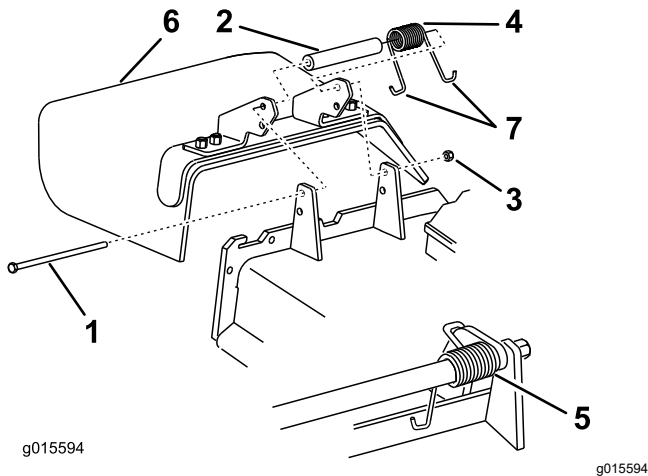

Figure 86
1. Retirez le contre-écrou, le boulon, le ressort et l'entretoise qui fixent le déflecteur aux supports de pivot (Figure 86).
2. Enlevez le déflecteur s'il est endommagé ou usé (Figure 86).
Remarque: Prenez soin de placer 1 extrémité en J du ressort derrière le bord du tablier avant de mettre le boulon en place, comme montré à la Figure 86.
6. Accrochez l'extrémité en J du ressort au déflecteur d'herbe (Figure 86).